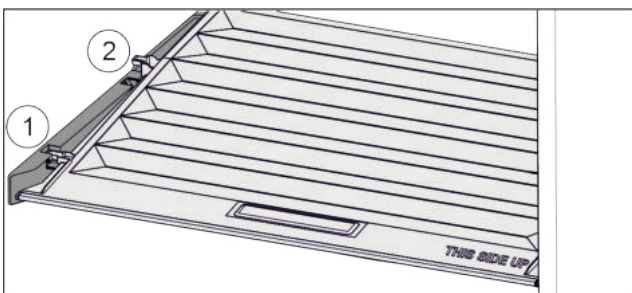

Fig. 40
- ▶ Издърпайте напред Fig. 40 (1) капака до отвора в задържащите части.
- ▶ Повдигнете го отзад отдолу и отстранете Fig. 40 (2) нагоре.